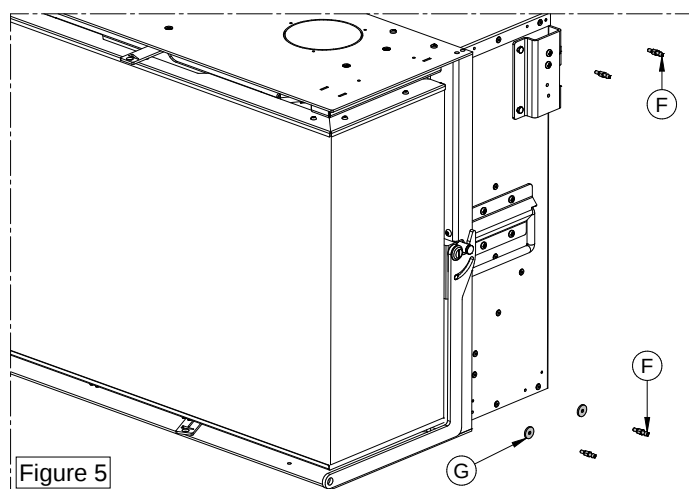

Figure 5
- 5) Installer la barre de ventilation (P) et les supports (O) et (N) à l'aide des 2 vis (M), voir Figure 5. Procéder ensuite au remontage des éléments précédemment démontés.
- 5) Assembler, des deux côtés, les goupilles (F) en les vissant et en interposant, uniquement dans la partie inférieure, les rondelles (G), voir Figure 5.
- 5) Retirer la vis sans tête (W), puis procéder au démontage des éléments (R, S, T, U, V, X, Y, et Z), voir Figure 5.